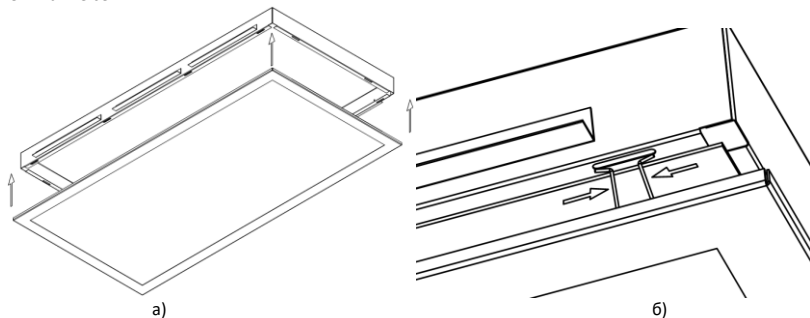

Рисунок 3 — Установка светильника Geniled серии Office Rockfon Comfort на подвесную конструкцию.
- Закрепите рамку на корпусе светильника, используя пружинки (см. рисунок 3).